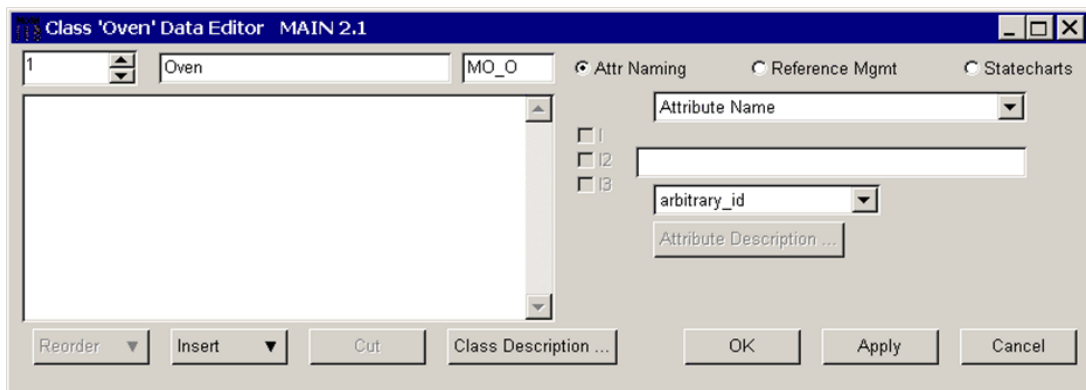

図 5-9: クラスデータエディタを使った Oven クラスの編集
- ☐ クラスのキー文字列を MO_KEY から MO_O に変更します。クラスデータエディタウィンドウは図 5-9 の状態です。